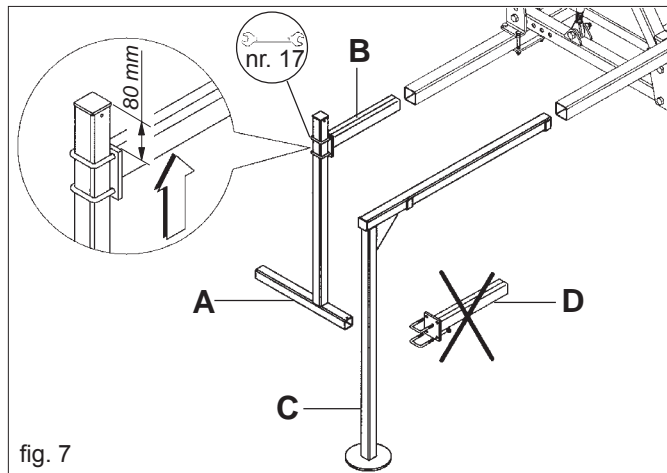

fig. 7
- extraire les pieds de support arrière (A Fig. 7) (à droite et à gauche);
- desserrer les écrous de l'attelage (B Fig. 7) en le plaçant à 80 mm de hauteur, comme l'indique la figure;
- extraire les pieds de support avant (C Fig. 7) (à droite et à gauche);
- dévisser les écrous et retirer l'attelage (D Fig. 7);